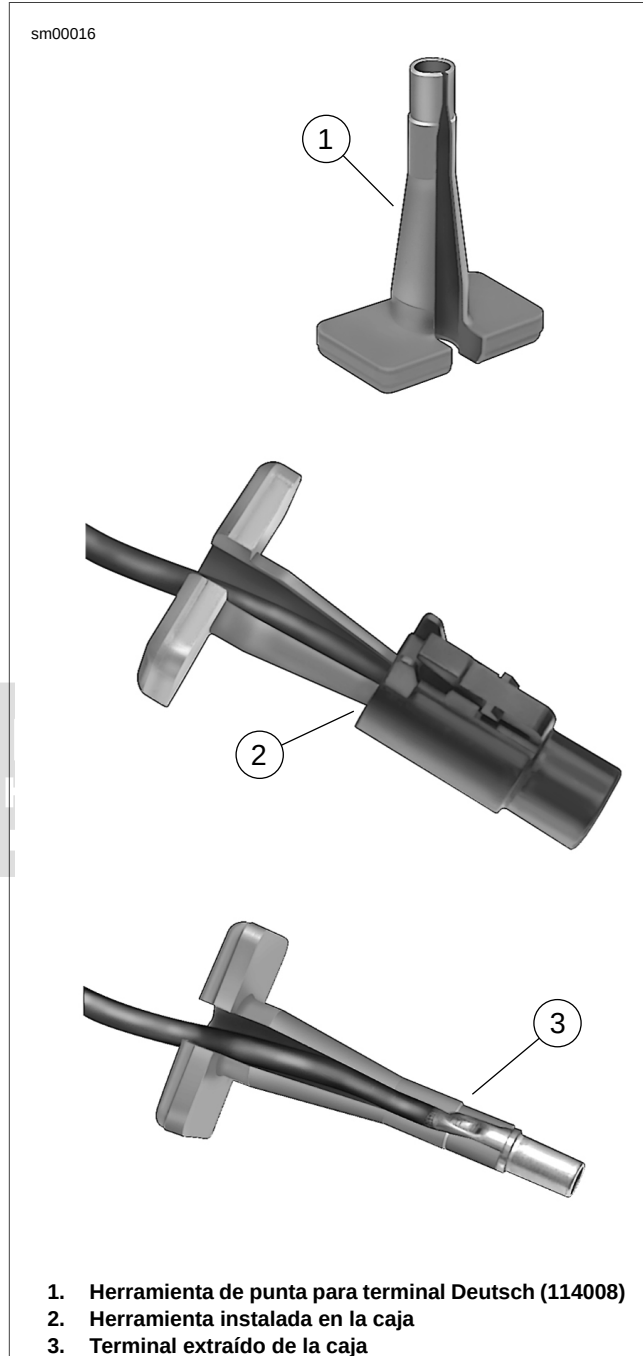

Figura A-10. Conector Deutsch de 1 patilla: Extracción del conector hembra/macho
2. Vea Figura A-10. Usando una herramienta de punta para terminales (Deutsch® 114008) (1), coloque la herramienta en el cable del regulador de voltaje para que el extremo ahusado esté en el extremo del cable de la caja (2).
3. Empuje la herramienta dentro del extremo de cables de la caja hasta que llegue al fondo. Suavemente jale para sacar de la caja el terminal (3).
Vea Figura A-10. Para separar las mitades del conector, presione el (los) pestillo(s) externo(s) (1) en el conector hembra (2) mientras mueve de un lado a otro los conectores macho (3) y los conectores hembra.